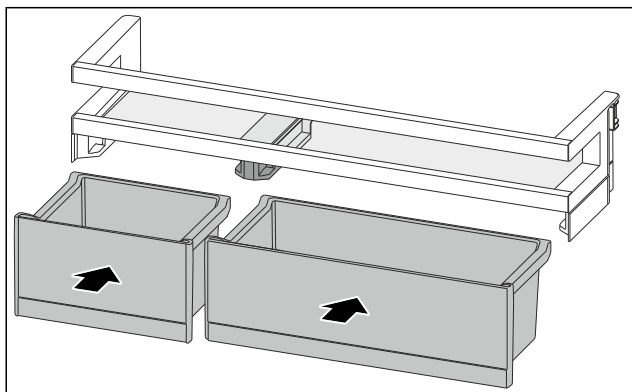

Fig. 90
- Vendosni kutitë VarioBox në rendin e kundërt. (shihni Fig. 90)